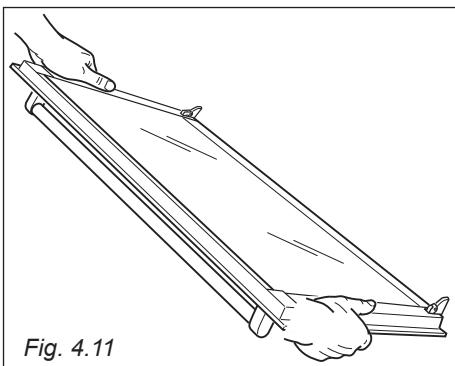

Fig. 4.11
- Hold the door firmly (fig. 4.11).